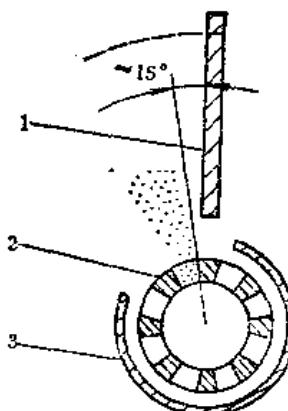

图5-1-4 叶片与分丸轮相对位置
③ 检查抛丸器叶轮上的 8 个叶片、分丸轮的 8 个扇形弹丸出口之间的相对位置是否正确，分丸轮扇形口的工作表面与叶片的工作表面约为 15° 角，这样才能保证弹丸由分丸轮抛出时被叶片工作面所承接。否则弹丸将冲击叶片端部或抛到叶片背面去，并会造成不应有的磨损。在维修调整时，决不能破坏叶片与分丸轮的相对位置。分丸轮、定向套、叶轮装配时必须保证同轴，否则将破坏弹丸的运动、产生挤丸现象。图 5-1-4 为叶片与分丸轮的相对位置。